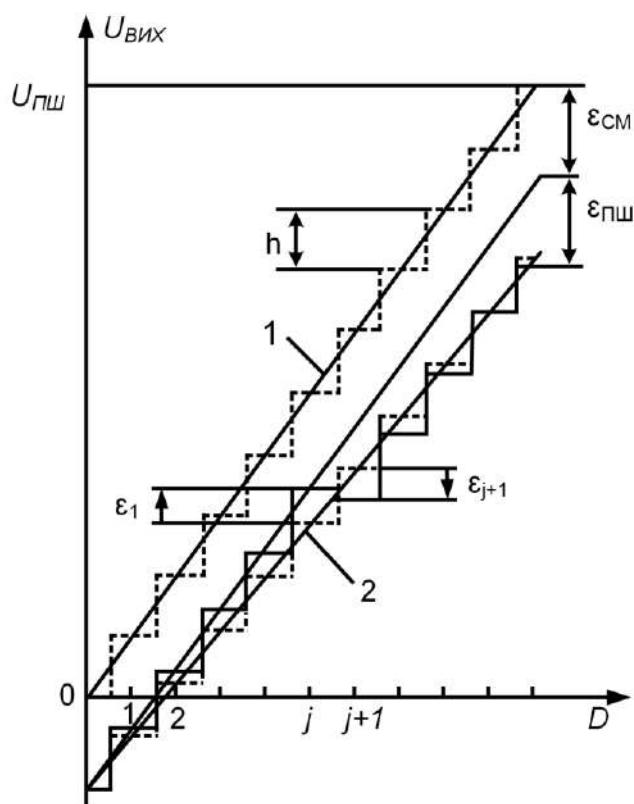

Рисунок 1.32 - Характеристика перетворення ЦАП
За відсутності апаратних похибок середні точки сходинок розташовані на прямій 1, якій відповідає ідеальна характеристика перетворення (рис. 1.32).
**Похибка зміщення нуля.** Значення  $U_{вих}$ , коли вхідний код ЦАП дорівнює нулю, називається *адитивною складовою повної похибки* ( $\varepsilon_{CM}$ , рис. 1.32).
**Нелінійність** (інтегральна нелінійність. *Integral Non-Linearity, INL*). Максимальне відхилення реальної характеристики перетворення  $U_{вих}(D)$  від оптимальної (лінія 2, рис. 1.32).
Для характеристики, наведеної на рис. 1.32, цей параметр визначається за формулою: